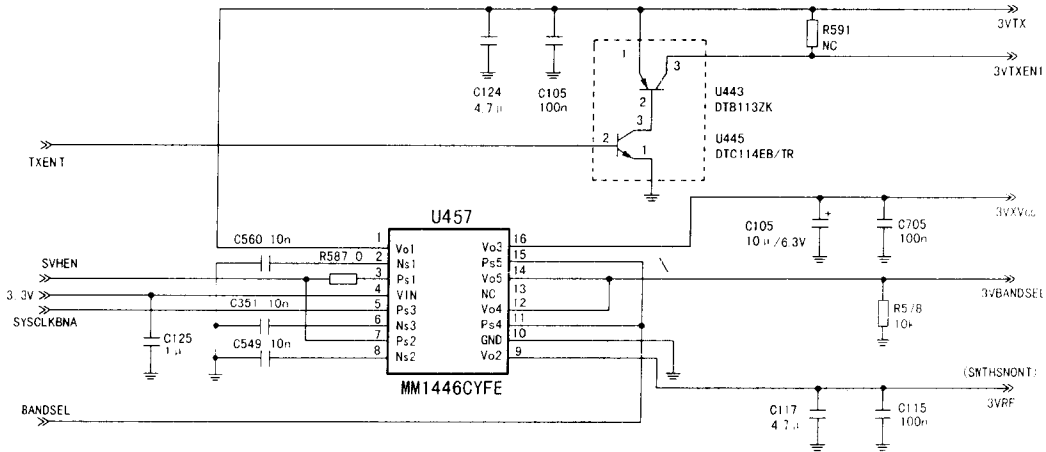

图 1-5 射频部分电路供电原理图
三星 SGH-A288 射频部分电路的供电电路主要由 U457、U443、U445 等组成,射频稳压模块 U457 的电源由电源稳压模块输出的 3.3V 提供,分别稳压输出四路电压供各部分电路使用,其工作原理电路如图 1-5 所示,其中第①脚输出的 3V_{TX} 一方面为收发信道切换电路提供电源,产生 3V_{TXEN2},另一方面送给由 U443 和 U445 组成的开关电路产生 3V_{TXEN1} 给发射 VCO、射频信号处理等提供工作电源;第⑨脚输出 3V_{RFR} 为射频信号处理器 U305 和接收本振模块 U302 提供工作电源;第⑫、⑭脚输出的 3V_{BANDSEL} 为射频信号处理器 U305 和收发信道切换电路提供工作电源;第⑯脚输出的 3V_{XV_{CC}} 为 13MHz 晶